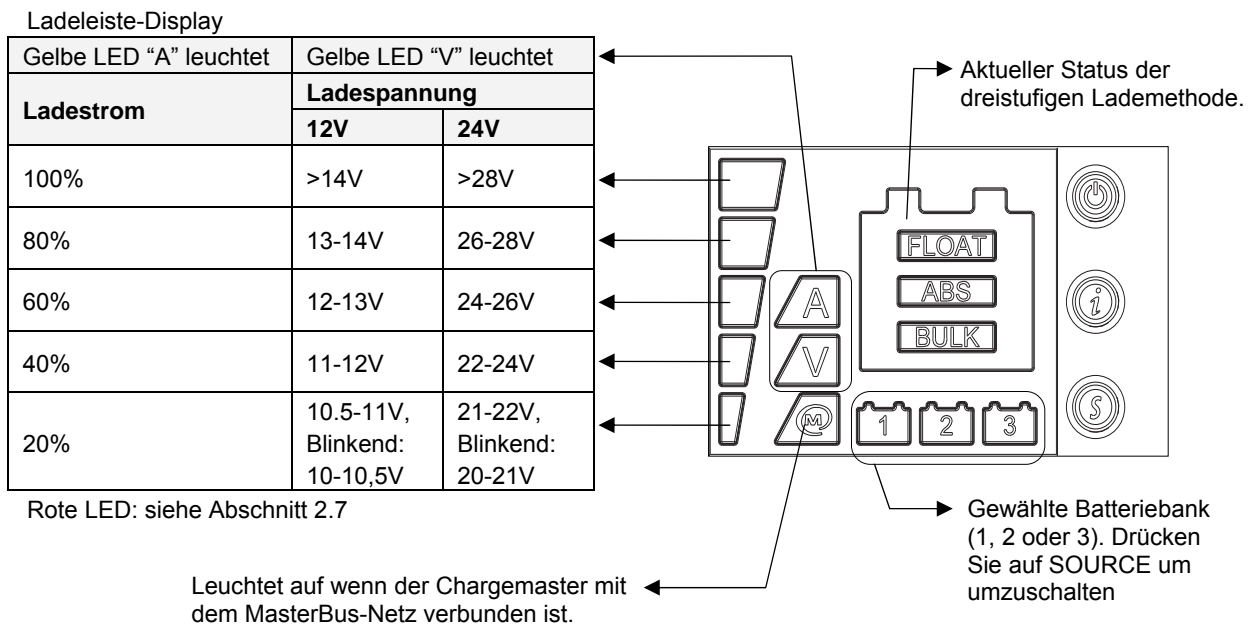

Abbildung 3: LED Display
Der Chargemaster ist mit einem Multicolor-LED-Display ausgestattet. Siehe Abbildung 3. Die verschiedenen LED-Farben und deren Kombinationen haben unterschiedliche Bedeutungen. Die Kombination der Stromanzeige (A) mit der Ladeleiste zeigt den Prozentsatz des maximalen Stroms der drei Batteriebanken zusammen an. Die Kombination von (V) mit der Ladeleiste zeigt die aktuelle Ladespannung an. Bei einem Fehler leuchtet ein Segment der Ladeleiste auf dem Display rot auf; siehe Abschnitt 2.7